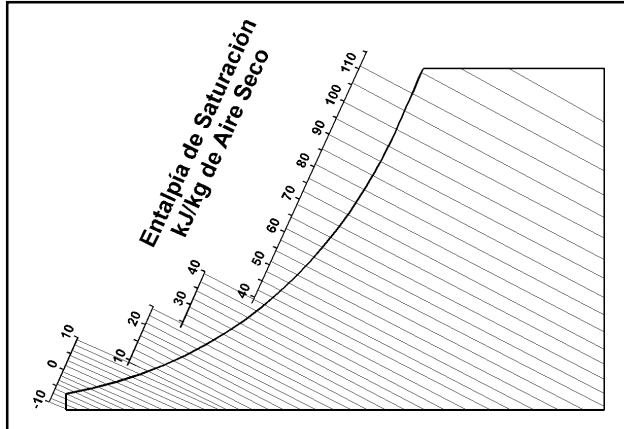

Figura 13.18 - Líneas de entalpía en kJ/kg de aire seco.
**6. Entalpía.**- Las líneas de entalpía constantes en una carta psicrométrica, son las que se muestran en la figura 13.18. Debe notarse que estas líneas, son meramente extensiones de las líneas de bulbo húmedo; puesto que el calor total del aire, depende de la temperatura de bulbo húmedo. La escala del lado izquierdo lejana a la línea curva, da el calor total del aire en kJ/kg (kilojoules por kilogramo) de aire seco, en el sistema internacional o en btu/lb de aire seco, en el sistema inglés. Esta escala aumenta de -6 kJ/kg a la temperatura de -10°C de bulbo húmedo, hasta aproximadamente 115 kJ/kg a 33°C de bulbo húmedo.